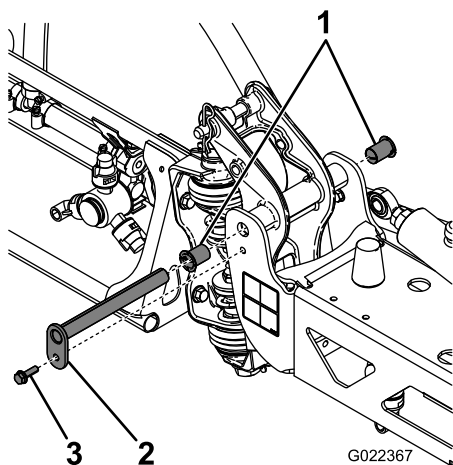

Figura 85
3. Con el peso del brazo apoyado, retire el perno y la tuerca que fijan el pasador de giro al conjunto del brazo (**Figura 85**).
6. Retire los casquillos de nylon desde delante y desde detrás del soporte pivote e inspecciónelos (**Figura 85**).
8. Instale el conjunto de brazo y soporte del pivote en el bastidor central, alineando los orificios (**Figura 85**).